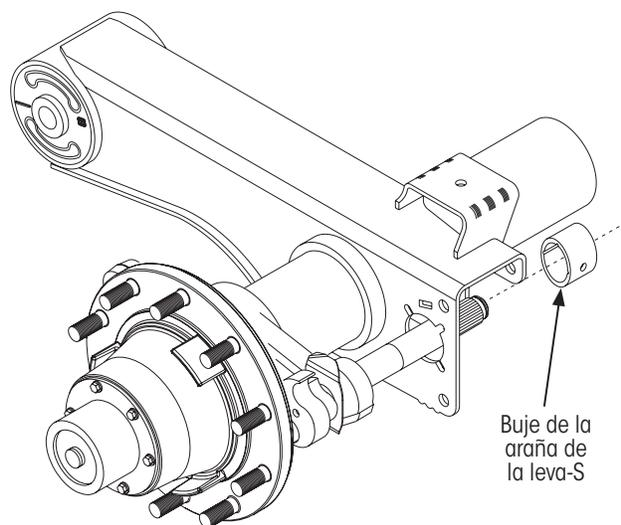

Figura 20: Instalando el buje de la araña de la leva-S
2. **Deslice** el buje de la araña en la leva-S en la leva-S (Figura 20).